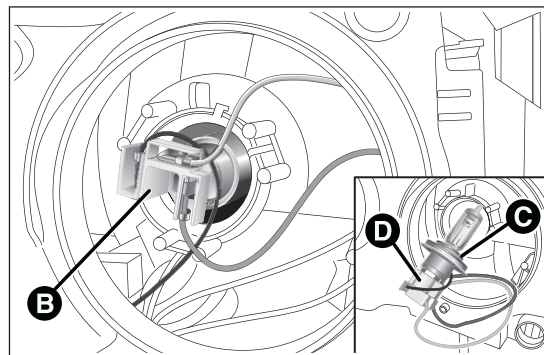

fig. 123
- ☐ empujar hacia abajo el grupo conector + portalámpara B fig. 123;